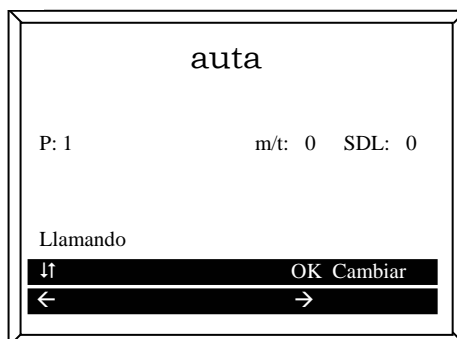

Figura 5. Llamada desde placa a vivienda con un código desconocido (Llamada a Central).
- En la pantalla se mostrará el número de placa que realiza la llamada y la identificación de Teléfono/Monitor 0, y de SDL 0 (ver figura 5).